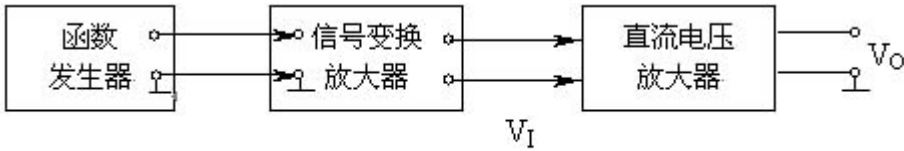

图 2
(3) 设计并制作一个信号变换放大器，参见图 2。将函数发生器单端输出的正弦电压信号不失真地转换为双端输出信号，用作测量直流电压放大器频率特性的输入信号。